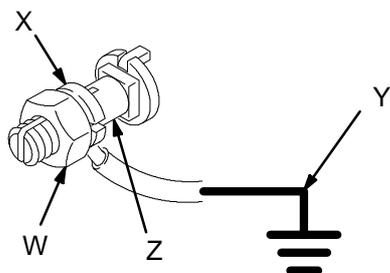

Fig. 2
- **Bomba:** afloje la tuerca de apriete de la orejeta de conexión a tierra (W) y la arandela (X). Inserte un extremo de un cable de conexión a tierra de un mínimo de 1,5 mm2 (Y) en la ranura de la orejeta (Z) y apriete firmemente la tuerca de cierre. Conecte el otro extremo del cable a una tierra verdadera. Vea la Fig. 2. *Para pedir el cable y la abrazadera de conexión a tierra, pida la ref. pieza 222011.*